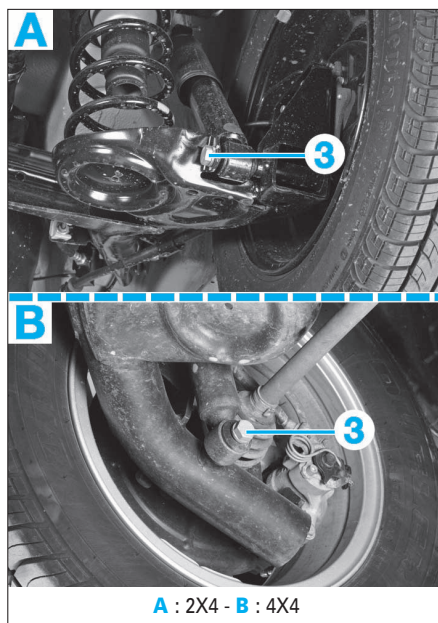

FIG. 26
- Déposer la vis de fixations inférieure (3) (Fig.26).